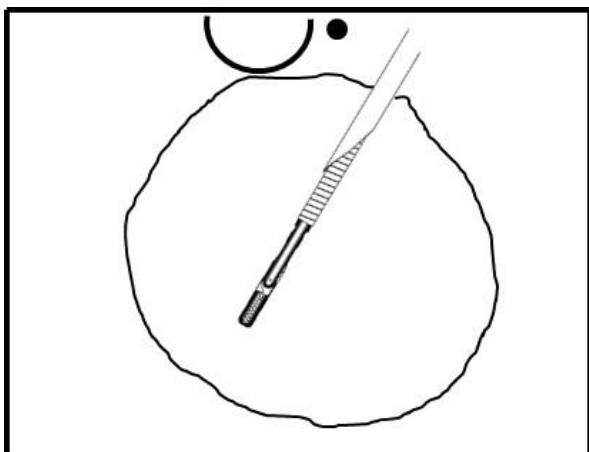

Figura 3
9. Far fuoriuscire la micro pinza Moray™ dal dispositivo di rilascio endoscopico fino alla zona desiderata all'interno o sopra la lesione (vedere la figura 3).